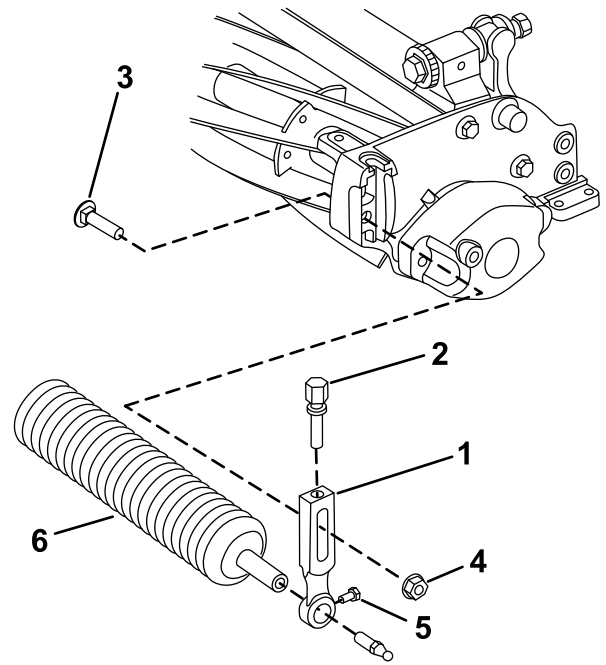

图 2
2. 卸下将剪草高度臂固定至滚刀组两端的防松螺栓和法兰锁紧螺母图 2。卸下剪草高度臂和滚筒组件。
3. 从剪草高度臂上卸下剪草高度调节螺丝和滚筒安装螺丝图 2。
1. 在滚刀组上旋松将前滚筒两端固定至剪草高度臂的滚筒安装螺丝图 2。